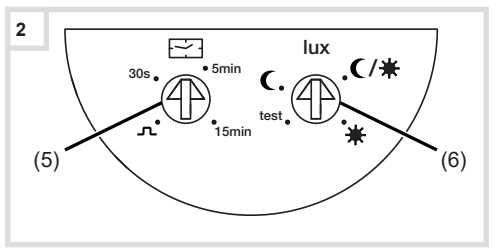

Bild 2: Einstellelemente
- Testbetrieb einstellen. Hierzu Potenziometer Ansprechhelligkeit (Bild 2, 6) auf Position **test** stellen.
- Potenziometer Ansprechhelligkeit (Bild 2, 6) in die gewünschte Position drehen.
- Potentiometer Nachlaufzeit (Bild 2, 5) in die gewünschte Position drehen.